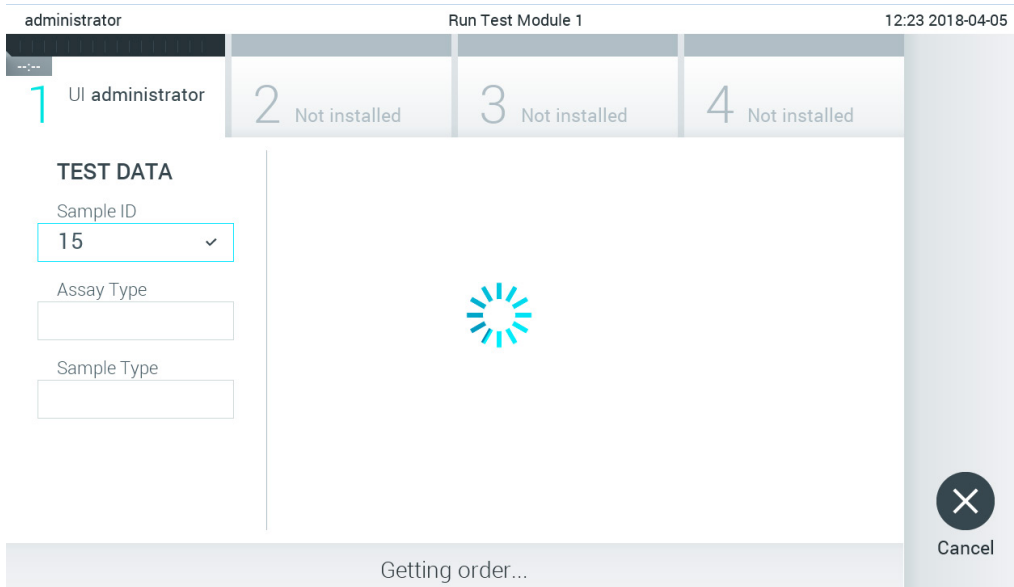

Figura 83. Afișaj în timpul regăsirii comenzii de testare.
- ID-ul probei va fi trimis către gazdă și, în timp ce QIAstat-Dx Analyzer 1.0 așteaptă o comandă de testare, se afișează mesajul „Getting order...” (Se obține comanda...) (Figura 83).